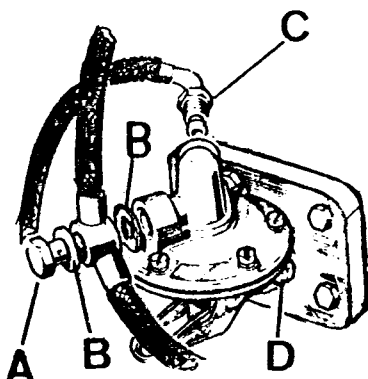

Fig. A3-23 Desmontaje de la bomba de alimentación
- 1.3. Desmontar el racord, A (Fig. A3-23) con sus arandelas de estaqueidad, B, y desconectar la tubería de entrada de combustible, C.
- 1.4. Desmontar las tuercas de fijación, D (Fig. A3-23) de la bomba y extraer ésta con su junta.
- 2.1. Aplicar una capa de sellante por ambos lados de la junta de la bomba de alimentación, fijar la bomba con sus tuercas autofrenantes, D, (Fig. A3-23) y continuar el montaje invirtiendo los puntos 1.3 y 1.2.